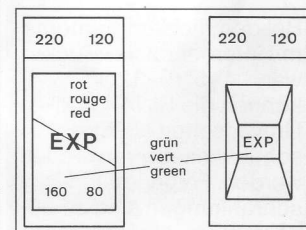

Fig. 8
4.1. Resetknopf (22) drücken. Film transportieren (14) bis Hebel blockiert. Im Film-Messfenster (8) erscheint «exp». Anzeige wechselt von Rot auf Grün (Fig.8).
4.1. Press reset button (22). Advance the film (14) until the movement locks. «exp» appears in the film metering window (8). Display switches from red to green (fig. 8).
4.1. Presser le bouton de remise à zéro (22). Avancer le film (14) jusqu'à ce que le levier soit bloqué. Dans la fenêtre compteur (8) apparaîtra alors «exp». L'indication passe du rouge au vert (fig. 8).